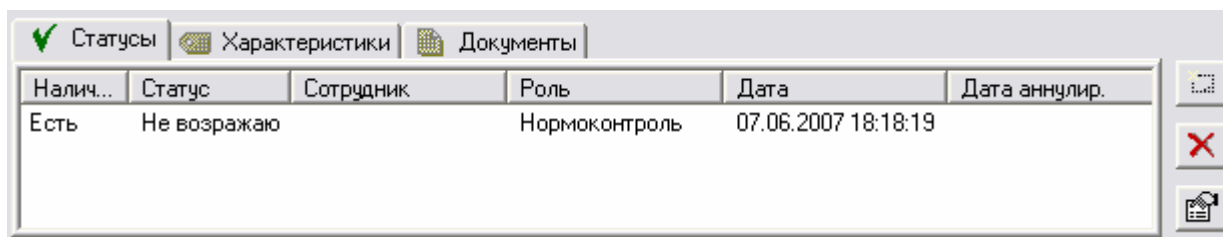

Рис. 242
4. Для окончательного задания критерия поиска нажмите на кнопку **Ок**. После этого информация о критерии появится в поле запроса (Рис. 242).